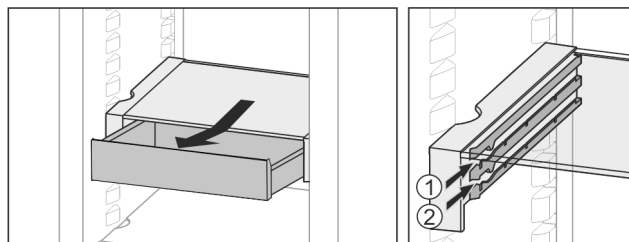

Fig. 60
- ▶ Inserire all'altezza desiderata Fig. 60 (1) o Fig. 60 (2).